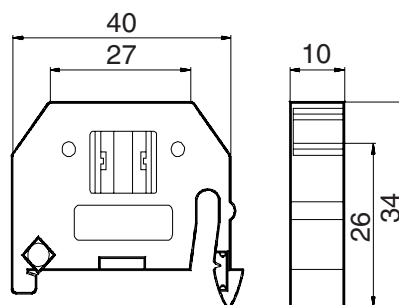

Bild 6.12: Endklemme TS35 Typ 12
- Endklemmen TS35 Typ 12 (siehe Bild 6.12) zur mechanischen Sicherung der RPI-Bausteine bei der Montage auf einer vertikal befestigten Tragschiene. Benötigt werden mindestens eine Klemme pro vertikaler Tragschiene.